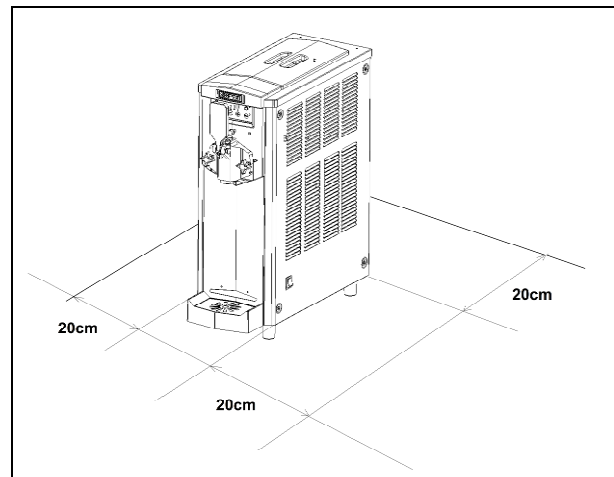

Fig. 2
b) Placer l'appareil sur une surface plane en faisant en sorte que la carrosserie de l'appareil soit bien ventilée, laisser un espace libre d'un minimum de 8 inch sur tous les côtés de façon à permettre une bonne aération (fig.2). Installer l'appareil dans un lieu sec et éviter de l'installer en proximité de sources de chaleur. **La température ambiante d'utilisation de la machine doit être comprise entre 75 et 90°F.**